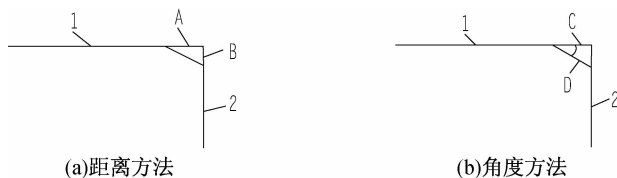

图 3-29 倒角的两种方法
(1)距离方法:由第一条直线的倒角距 A 和第二条直线的倒角距 B 确定,如图 3-29(a)所示。
(2)角度方法:由对第一条直线的倒角距 C 和倒角斜边 D 确定,如图 3-29(b)所示。